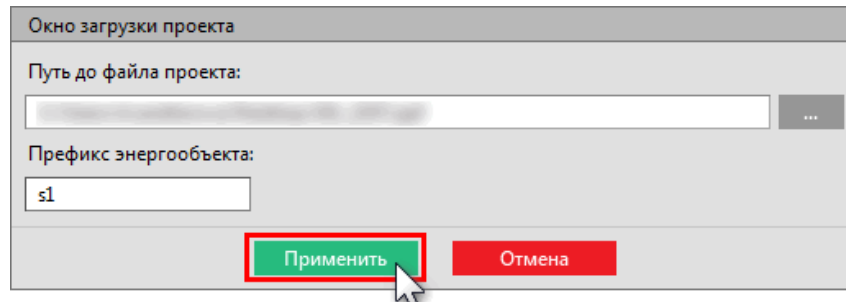

Рисунок 134 - Окно загрузки проекта
3. Нажмите **Применить** (Рисунок 134).